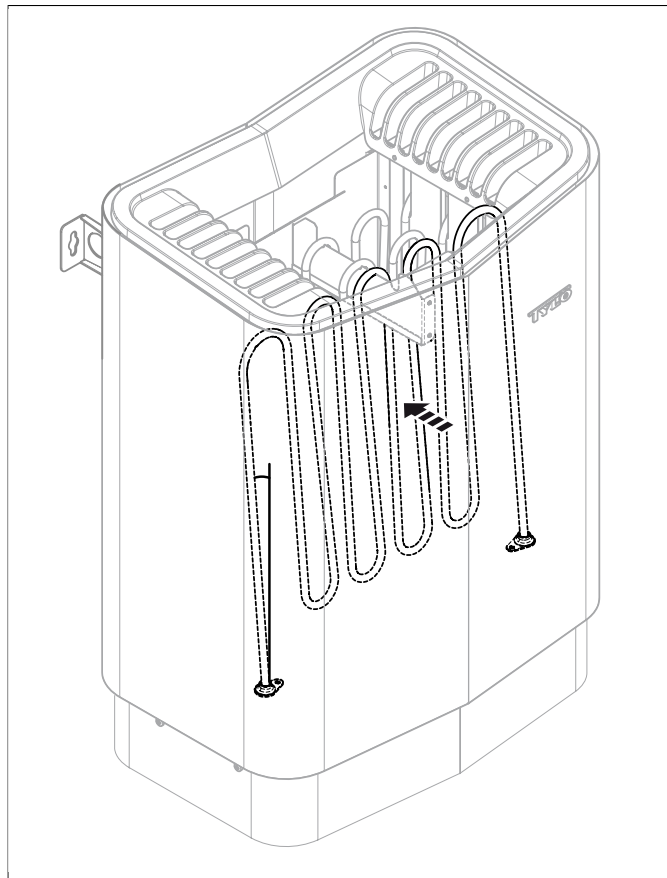

Рисунок 11: Разместите нагревательный элемент под углом.
2. Разместите нагревательный элемент под углом так, чтобы было легче вынуть камни см. **Рисунок 11**, страница 5.